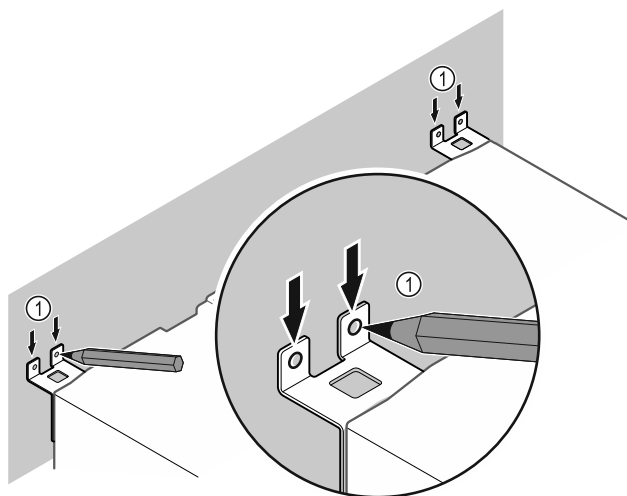

Fig. 10
- ▶ Sätt markeringar på väggen Fig. 10 (1).